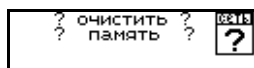

Рис. 31. Очистка памяти.
3. Если хотите продолжить работу без удаления результатов нажмите кнопку ◀ или ▶. Для удаления данных из памяти нажмите и удерживайте в течении двух секунд кнопку ▼ (рис. 31).